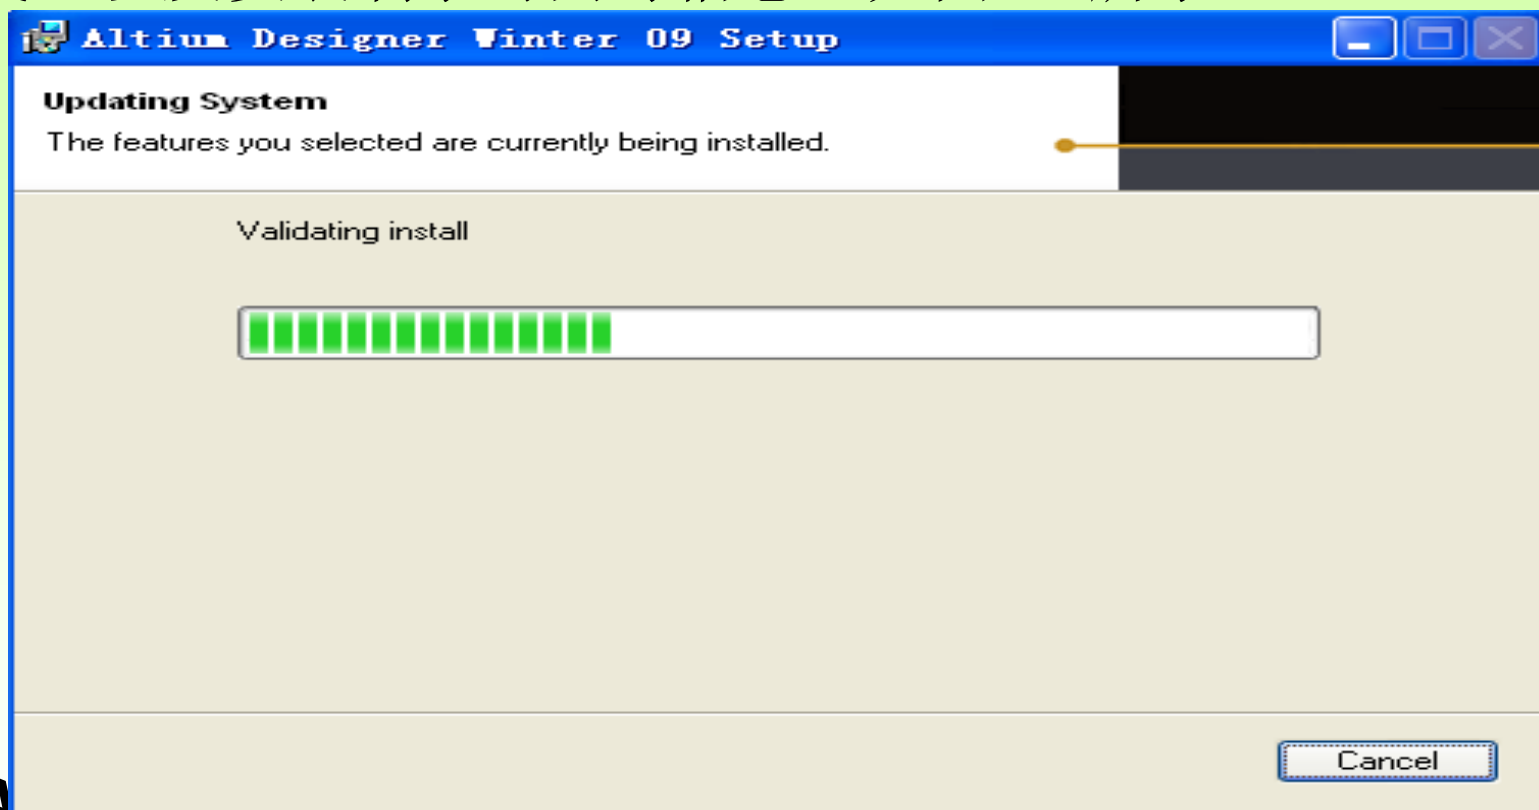

图1-9 安装进度视图
(9) 确定以上安装信息设定无误后，单击“Ready to Install the Application”视图中的“Next”按钮开始安装。过程中，文件复制窗口内将显示操作过程和文件复制进度，以及安装剩余时间等信息，如图1-9所示。